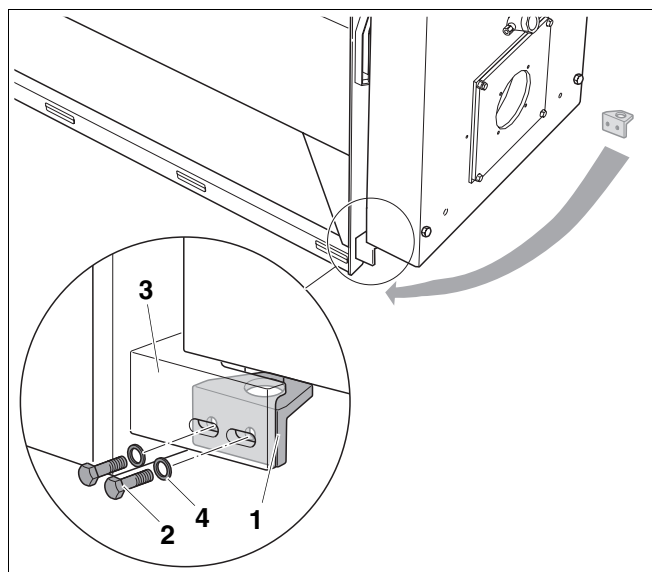

Fig. 12 Remplacer les charnières de porte
- Dévisser les 2 vis à tête hexagonale (fig. 12, **pos. 2**) et les rondelles plates (fig. 12, **pos. 4**) de la charnière en bas à droite.
- Insérer l'équerre d'appui en bas (fig. 12, **pos. 1**) sur le côté opposé avec la perforation dans la tige de charnière et visser avec les deux vis à tête hexagonale (fig. 12, **pos. 2**) et les rondelles plates (fig. 12, **pos. 4**) sur l'équerre de support de la porte (fig. 12, **pos. 3**).